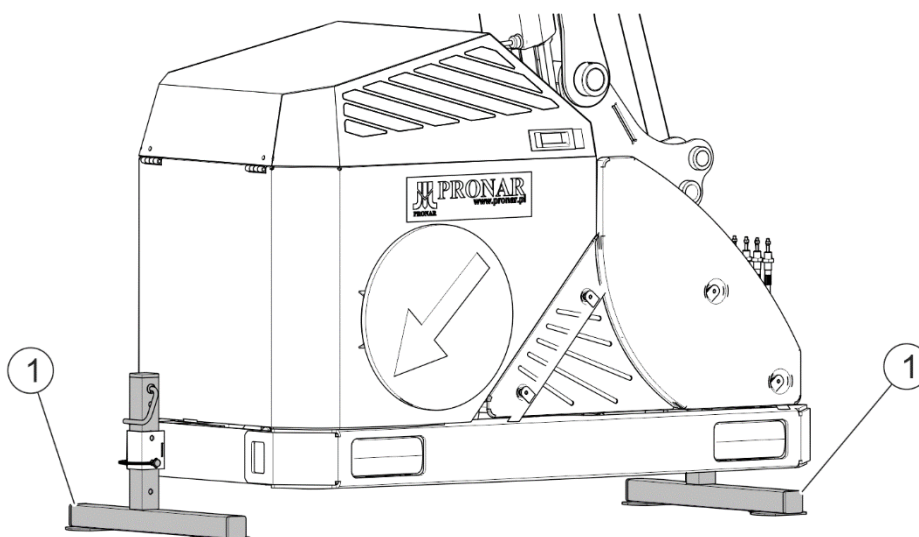

FIGURA 1.2 Suporturi de sprijin al brațului multifuncțional la încărcare.
Brațul multifuncțional în timpul încărcării și transportului trebuie să fie pe suporturi de sprijin (1) (FIGURA 1.2) extinse și blocate din două părți al brațului pe aceeași înălțime.